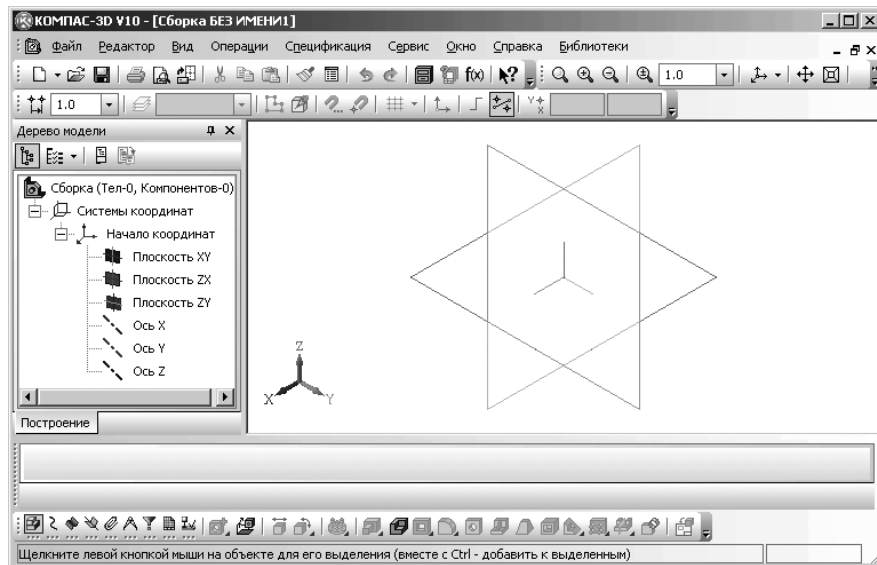

Рис. 6.16. Главное окно системы в режиме работы со **Сборкой**
- щелкните по вкладке **Новые документы**, а затем дважды по пиктограмме  **Сборка**. Появится главное окно системы в режиме работы со **Сборкой** (рис. 6.16).